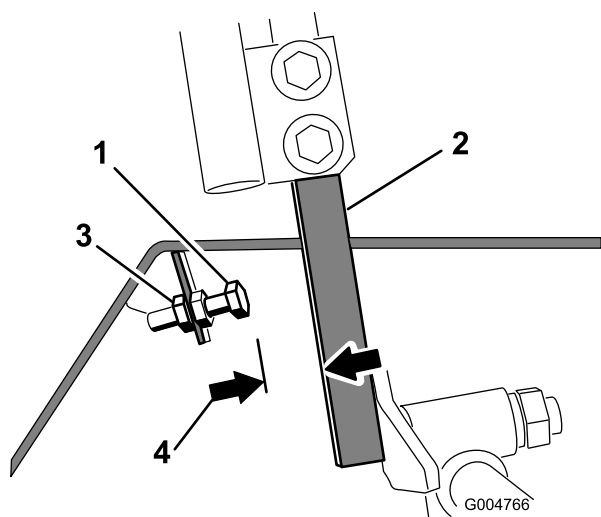

図 67
4. 左右どちらかのコントロール・レバーで、ストップ・ボルトについているジャム・ナットをゆるめる（図 67）。